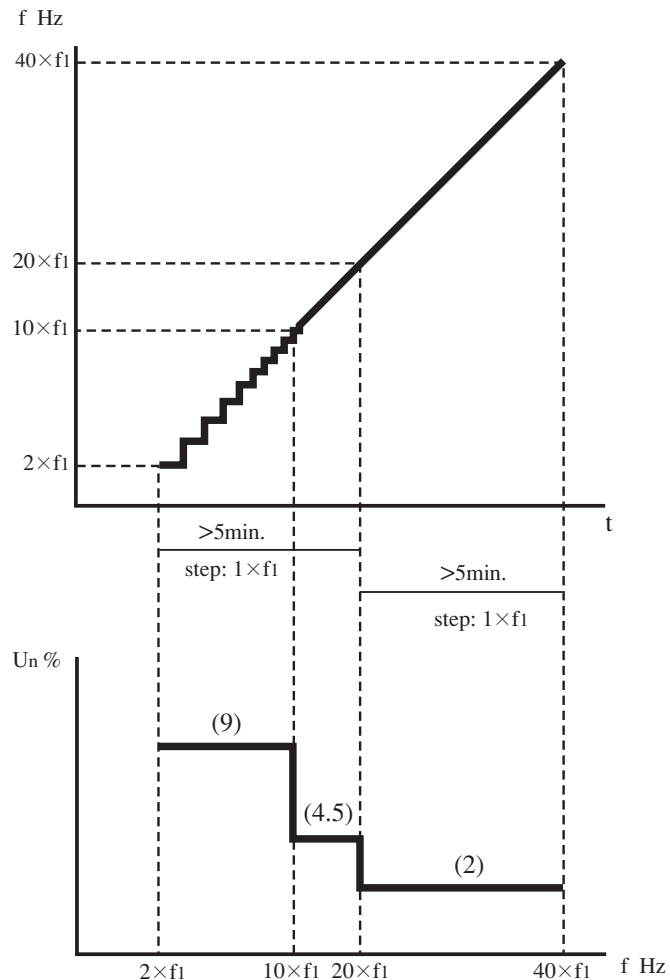

図 4-4 周波数スイープの例
- 注記** ・ 図 4-4 に示すように、スイープ周波数のステップは基本波周波数の整数倍になります。規格要件に対して、大きな変化となりますので予備試験以外には使用できません。